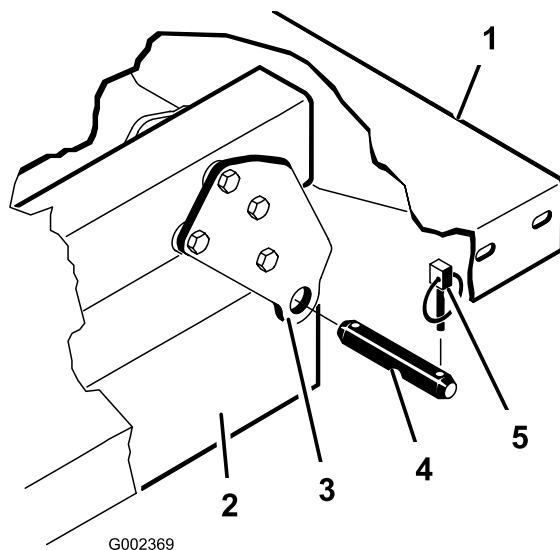

Bild 4
6. Nehmen Sie die Klapenstecker und die Lastösenbolzen ab, mit denen die Schwenkhalterungen der Ladepritsche an den Rahmenkanälen der Maschine befestigt sind (**Bild 4**).